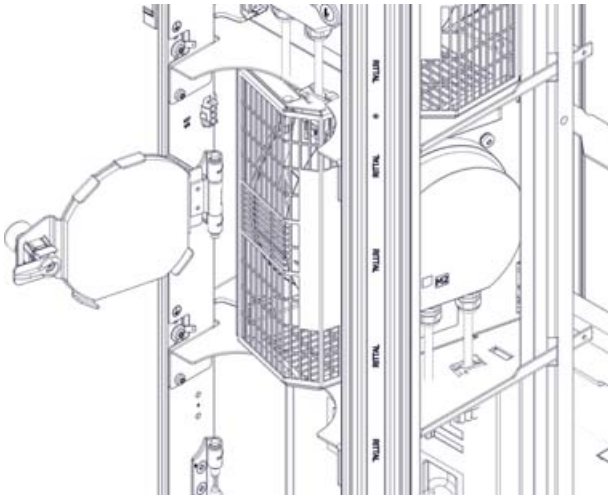

Abb. 39: Gedrehtes Lüftermodul im Lüftereinschub
- Drehen Sie das Lüftermodul im Einschub gegen den Uhrzeigersinn um 90° (Abb. 39).